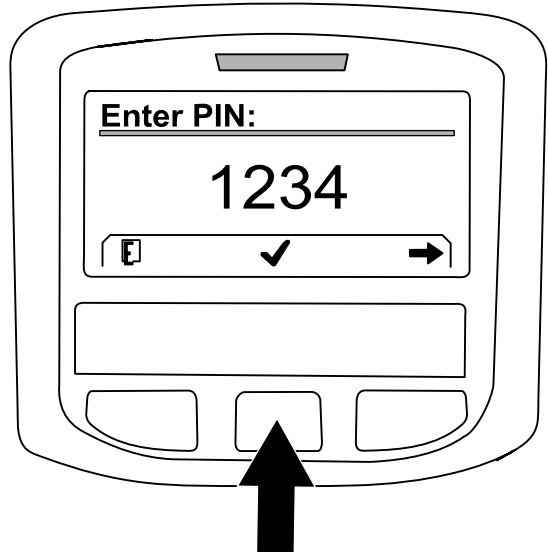
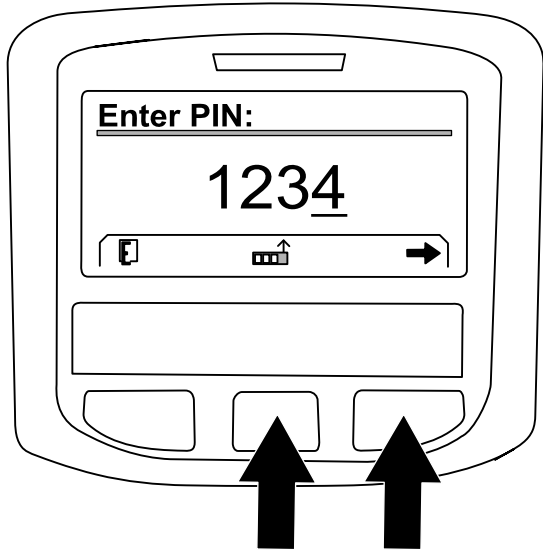

Figura 229
Figura 228
- A. Pulse el botón central según las veces que sea necesario para introducir el número del código PIN que corresponde a la posición de la izquierda (Figura 228).
- B. Pulse el botón derecho para desplazarse al número siguiente del código PIN (Figura 228).
- D. Cuando termine de introducir los números del código PIN, pulse el botón derecho (Figura 228) y luego el botón central para introducir el código PIN (Figura 229).